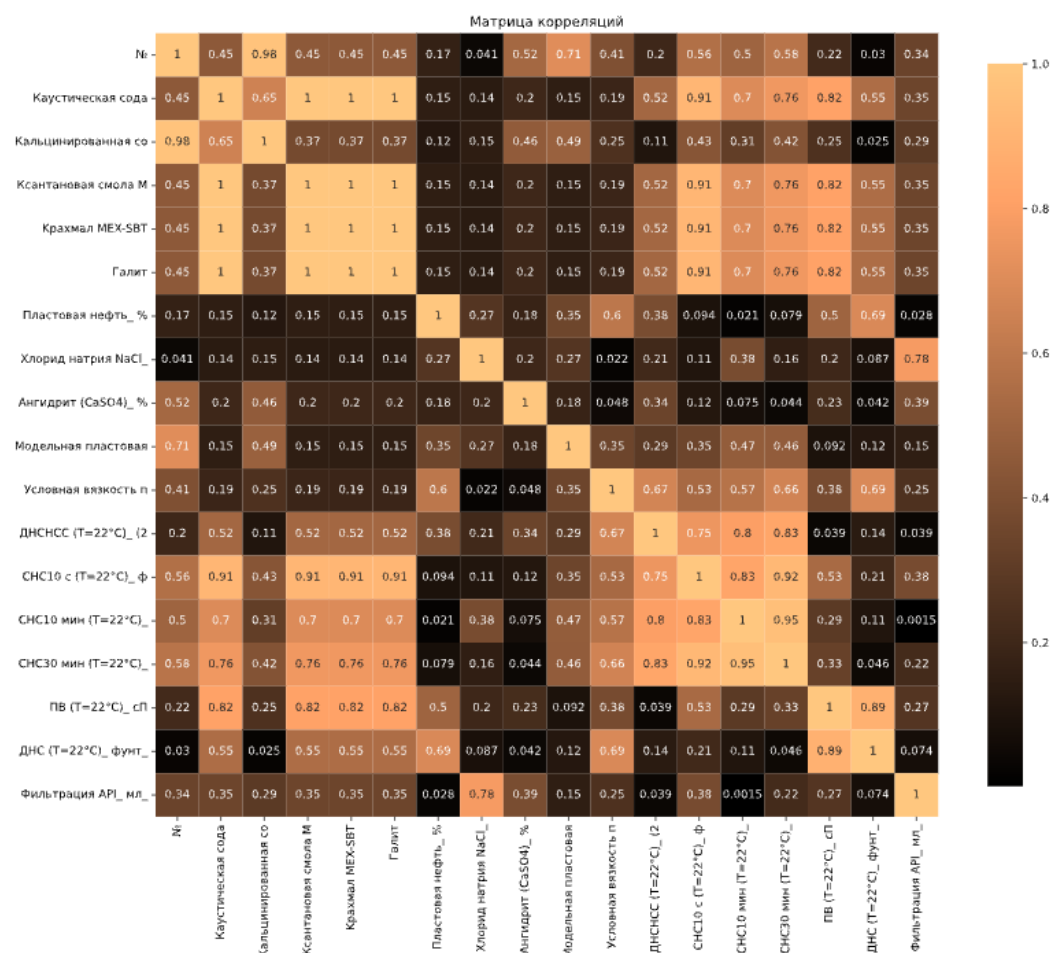

Рисунок 5 – Пример построенной матрицы корреляций
- 8) Формирование и отображение матрицы корреляций (во всплывающем окне) – рисунок 5.